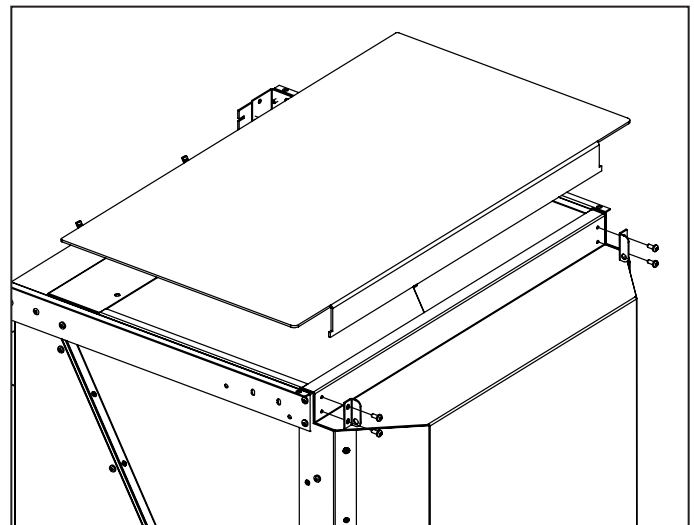

Figure 6: Retrait de la portière et des charnières.
6. Dévissez les 4 vis qui retiennent la portière et les charnières de la trémie. Ceci vous permet de retirer la portière et les charnières. (Figure 6)